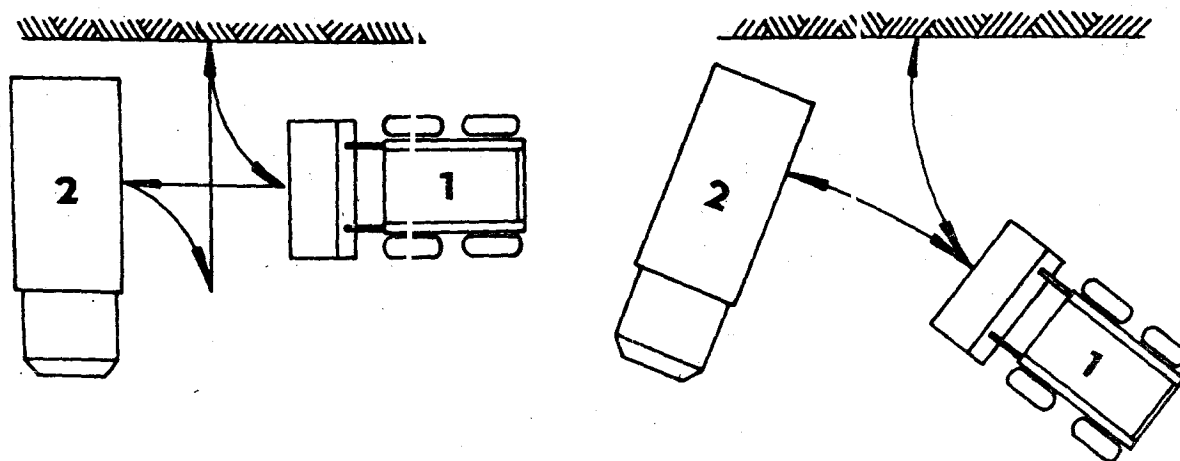

Рис. 16. Схема работы при погрузке материала в транспорт
Как только ковш врежется достаточно глубоко в материал, его нужно опрокинуть на себя и погрузчик затормозить. В результате этого загрузка ковша окончена. Затем ковш поднять на такую высоту, чтобы с ним можно было безопасно подойти к подвижному составу. После подхода погрузчика к составу ковш разгрузить в кузов, в результате чего цикл закончен. Схема способа работы показана на рис. 16.
3. Раскрыть замок 5 /рис.16а/ для чего потянуть рычаг 4 на себя, повернув и оперев до упора /6/, освободить пальцы быстродействующих зажимов.
Рис. 16а Закрепление основного рабочего оборудования